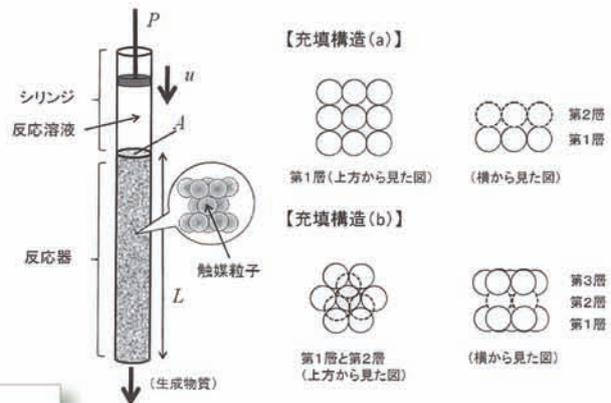

図1
不均一触媒反応を行うために、図1左のように、固体粒子状の触媒を管型反応器内部に充填する。触媒を充填したあとに、シリンジを用いて管の端より溶液を注入し、もう一端より流し出す操作を考える。注入溶液中の反応物質が触媒粒子表面上に吸着することで目的反応が進行すると仮定した場合、より多くの生成物を効率的に得るためには、触媒自体の性能の検討のほか、溶液と触媒粒子表面の接触面積を大きくするような粒子の充填構造を検討する必要がある。ここでは、球形の触媒粒子の規則的な充填構造として、図1中(a)と(b)の二つの構造を考えてみる。充填構造(a)と(b)はそれぞれ、同じ大きさの球形粒子を【補足説明①】の手順で積み重ねることで作ることができる。
(1) 長さ  $L$ 、断面積  $A$  の管型反応器内に充填された粒子と粒子の間が、体積  $V$  ( $V=L \times A -$  [全粒子の合計体積]) の溶液で満たされており、体積  $V$  の溶液が触媒粒子表面に接触している面積を  $S$  とする。より多くの生成物を効率的に得るためには、 $S/V$  の値が大ききほうがよいと考える。 $S/V$  の値が大きいは、(a) と (b) のどちらの充填構造か、理由を付して説明せよ。ただし、充填される触媒粒子の大きさは反応器より十分小さく、すべて同じ大きさであるとする。